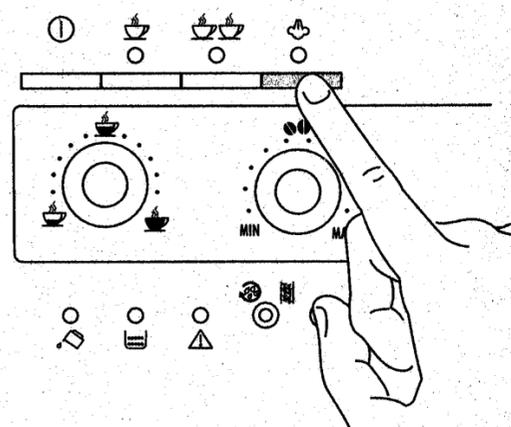
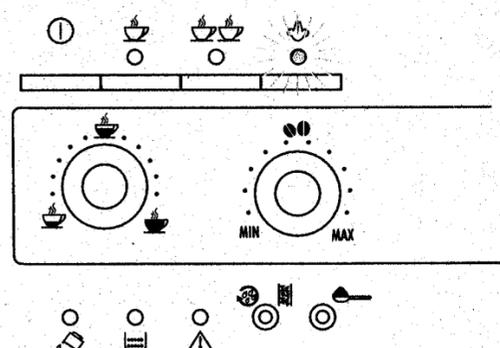

Рис. 21
Рис. 22
- Нажмите кнопку подачи пара, рис. 21. Индикатор ☁ рис. 22, начнет мигать, указывая, что кофеварка разогревается.